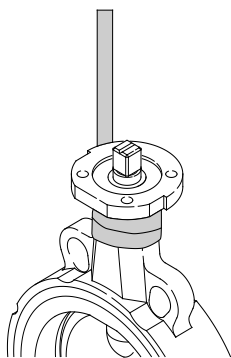
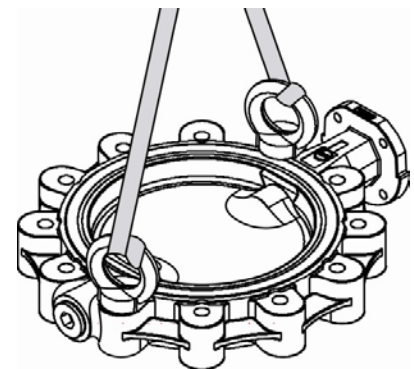

Bild 1
Bild 3
- Haltegurten am Gehäuse gemäß Bild 1 bis Bild 3, nicht am Motor befestigen.